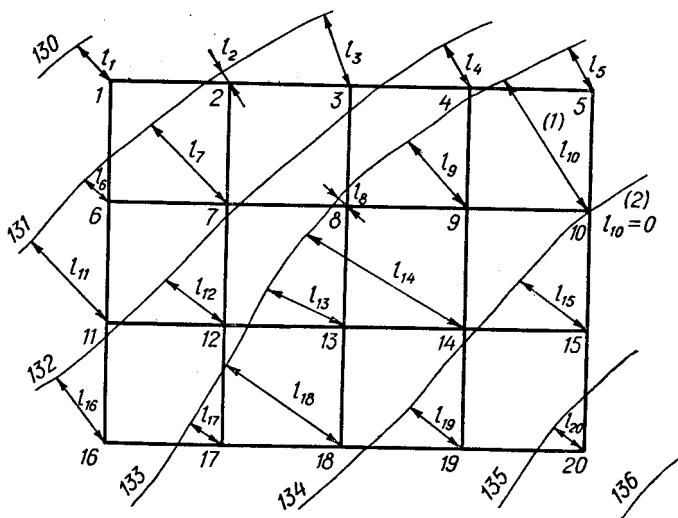

Рис. 2. Определение  $l$
- 2) минимальные расстояния от вершин квадратов до горизонтали с меньшей отметкой  $l$ , мм (рис. 2);